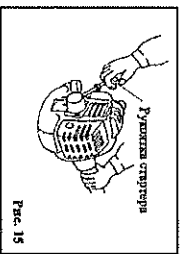

Рис. 15
4. Возьмите за ручку стартера и резко дерните ее. (Рис. 15)